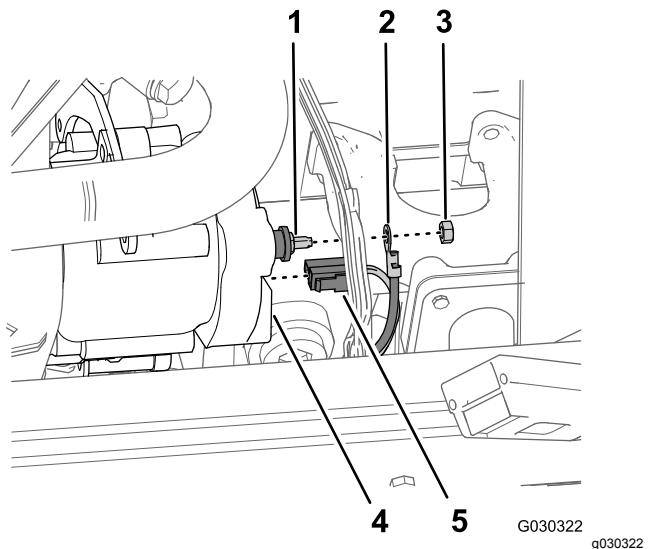

Bild 241
1. Nehmen Sie an der linken Seite des Motorraums die Mutter (6 mm), mit der der Kabelschuh für das Pluskabel der Batterie befestigt ist, vom Pluspol der Lichtmaschine ab (Bild 241).
2. Ziehen Sie an der Rückseite der Lichtmaschine den 2-Buchsen-Stecker des Maschinenkabelbaums vom Flachstecker an der Lichtmaschine ab (Bild 241).